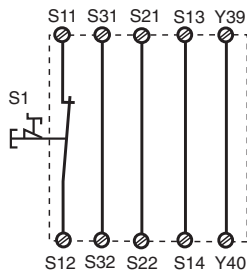
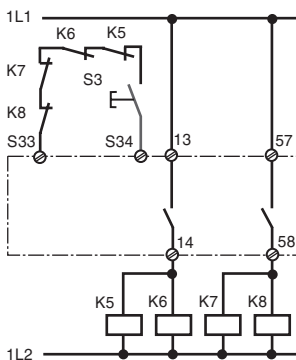

Fig. 2: Circuito de entrada monocanal, automat. rearme/Circuito di entrata monocanale, start automat./Eenkanalig ingangscircuit, automatische start
Fig. 11: como la Fig. 10 con rearme supervisado/come fig. 10 con start controllato/ Zoals fig. 10 met bewaakte start
En las fig. 2... a fig. 11 se presentan ejemplos de conexionado posibles; paro de emergencia. Los cortocircuitos a través del paro de emergencia también son detectados.
- Fig. 2 y 7: S33-S34 **no** conectado
In fig. 2 ... fig. 11 sono riportati degli esempi di collegamento per il cablaggio di arresto d'emergenza con start automatico e manuale, per il comando delle porte di sicurezza, nonché per la moltiplicazione dei contatti mediante relè esterni.
- Fig. 2 e 7: **nessun** collegamento S33-S34
In fig. 2 ... 11 worden aansluitvoorbeelden gegeven van noodstop-schakelingen met automatische en bewaakte start, hekbewakingen en contactvermeerdering d.m.v. externe magneetschakelaars.
- Fig. 2 en 7: **geen** verbinding S33-S34